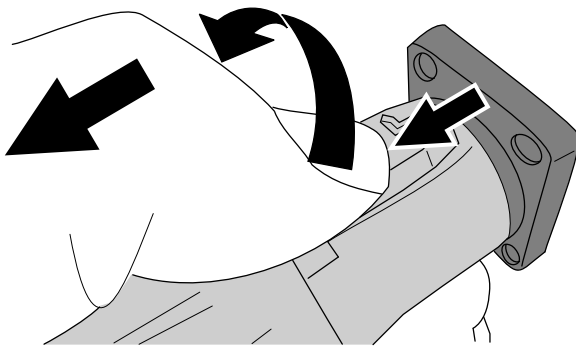

Bild 36
8. Ziehen Sie den Schiebeknopf am Stecker wieder zurück, drehen Sie den Stecker gegen den Uhrzeigersinn und ziehen Sie den Stecker aus der Buchse (Bild 36).